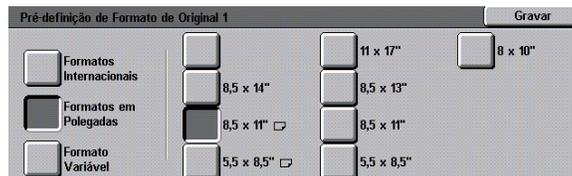

**Figura 59:** Ecrã Pré-definições do Formato do Original (página 1)
**1** No ecrã Recursos, prima o ícone **Pré-definições do Formato do Original** para visualizar o ecrã Pré-definições do Formato do Original, tal como ilustrado na Figura 59.